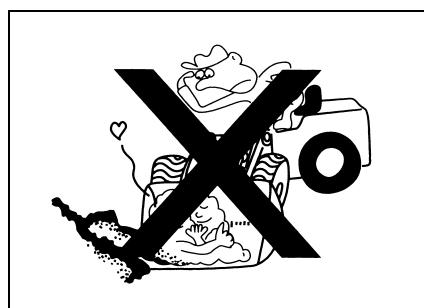

Рис.1-76
- При плохом состоянии дороги и не стабильной погрузке следует осторожно управлять, избавить от коробления погруженного вещества (рис. 1-76).